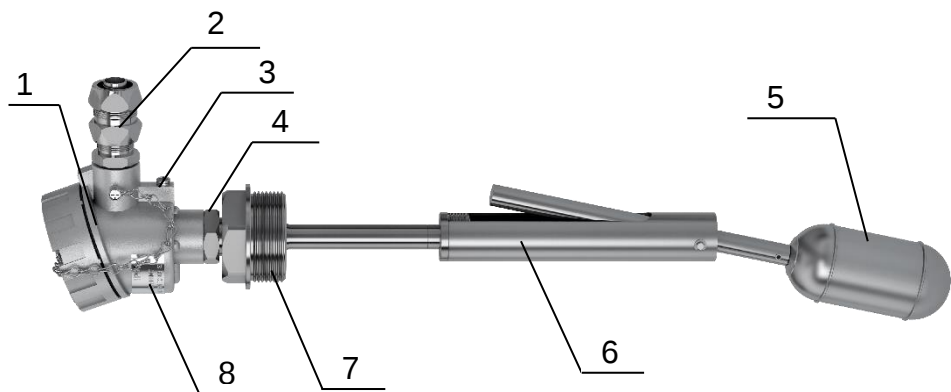
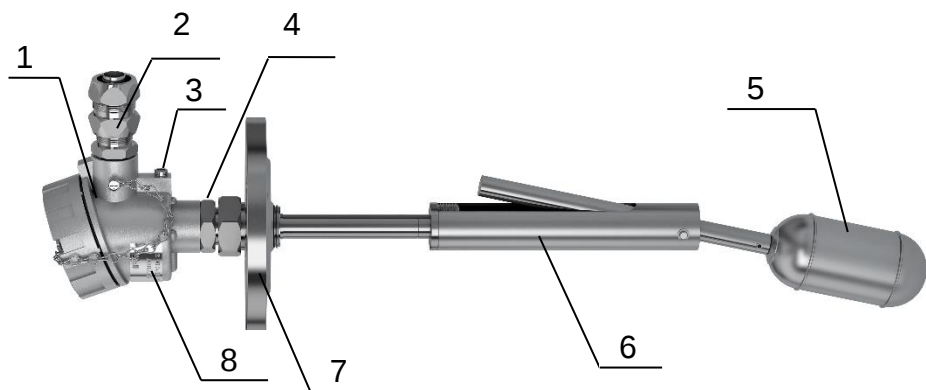

Рисунок 2.3 – Общий вид сигнализаторов М4
Рисунок 2.3.1 – Общий вид сигнализаторов М4
2.3.4 Сигнализаторы модификации М4 (рис. 2.3) отличаются конструктивным исполнением монтажной части, выполненной в виде коромысла. В этом случае зонд состоит из двух частей – подвижной (поз.5)
- 7-монтажный элемент (резьбовой штуцер – рис. 2.3 или фланец - рис. 2.3.1);